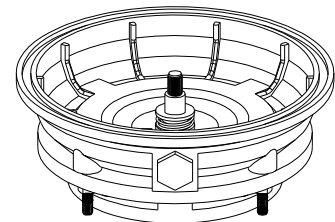

Figura 11
3. Destornille los cuatro tuercas que sostienen la bomba de espalda media al motor. Retire la mitad giratoria del sello, colocando dos destornilladores menos de la mitad posterior del cuerpo de la bomba y levantando cuidadosamente hacia arriba (Ver Figura 11). Vuelva medio del cuerpo de la bomba se deslice fuera del eje, con lo que el sello de la misma.